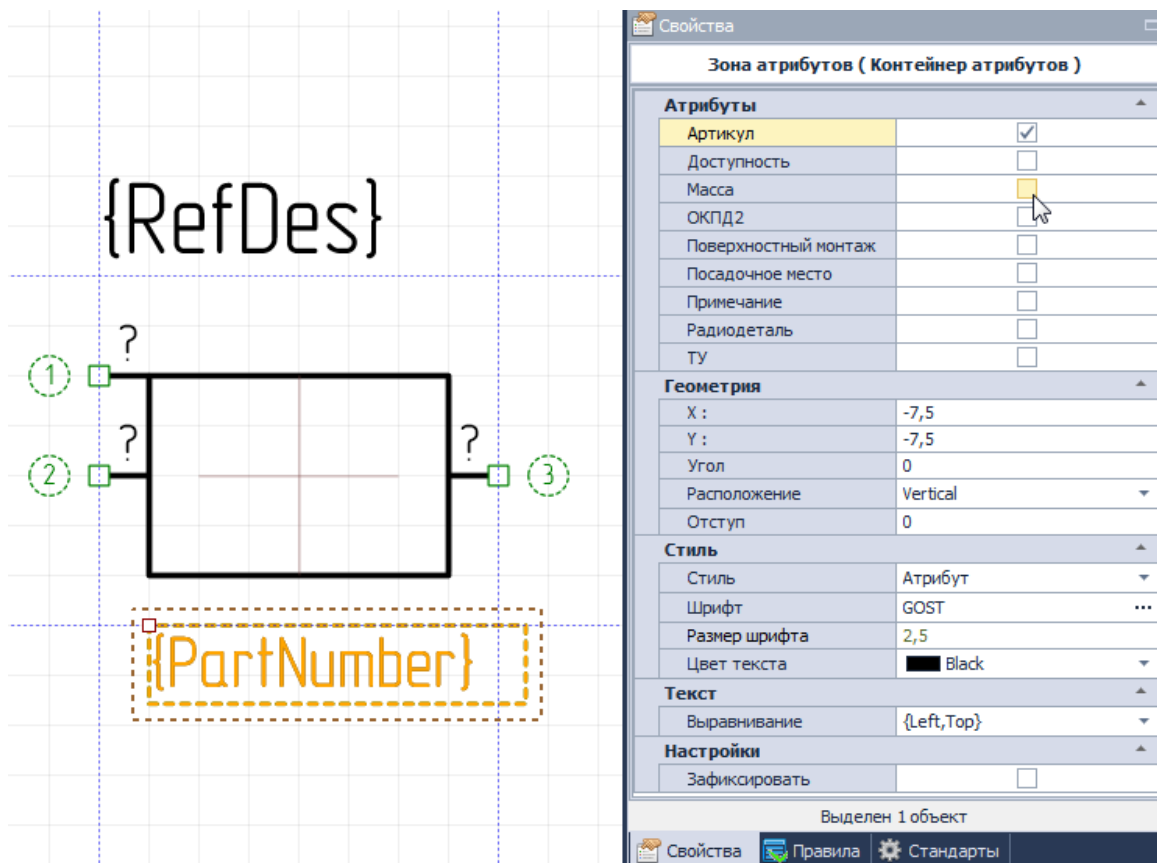

Рис. 191 Настройка зоны атрибутов УГО
1. Выбирается место для атрибутов (зона, обозначенная с помощью прямоугольника, изображенного пунктиром), и открывается панель «Свойства», см. Рис. 191.